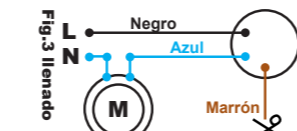

Fig.3 Llenado
- Llenado: (Fig.3) conectando el cable negro y el azul/gris, el circuito abre si el flotador está arriba y cierra si está abajo. Atención: aislar el cable marrón.